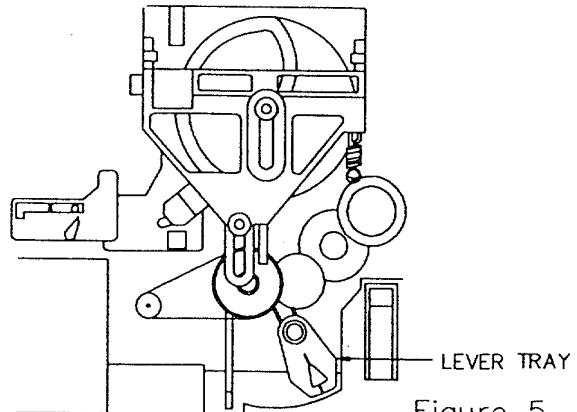

Figure 5
- 1) LEVER TRAY が figure 5 の位置で、CD メカが下がっていることを確認する。
- 1) Confirm that LEVER TRAY is at the most right position in order for the CD Mechanism to be in the down position. (figure 5)